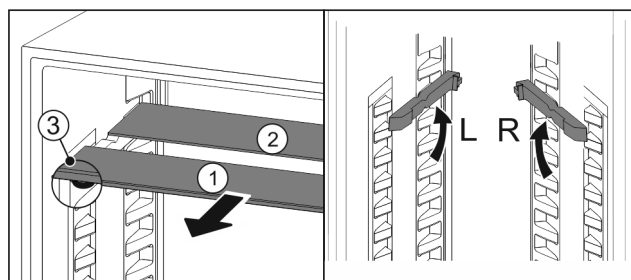

Fig. 92
- Sortir les tablettes par l'avant Fig. 92 (1).
- ▷ La tablette en verre Fig. 92 (1) avec bordure décorative est située à l'avant.
- ▷ Les butées Fig. 92 (3) sont orientées vers le bas.